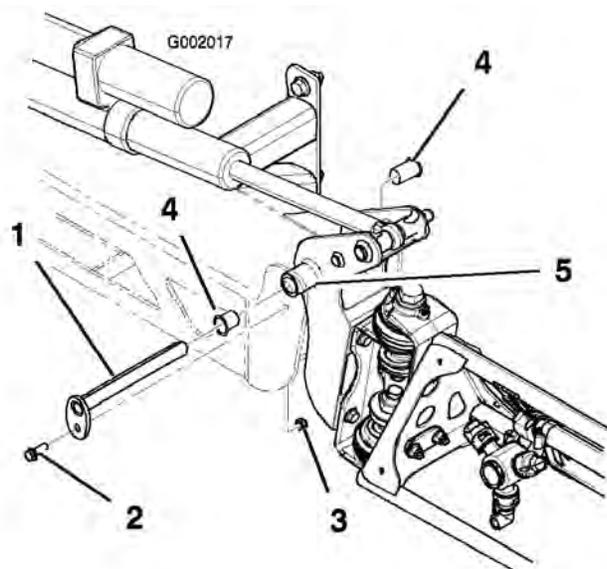

Figura 47
3. Con el peso del brazo apoyado, retire el perno y la tuerca que fijan el pasador de giro al conjunto del brazo (Figura 47). Retire el pasador de pivote.
5. Retire los casquillos de nylon desde delante y desde detrás del soporte del pivote e inspecciónelos (Figura 47). Sustituya cualquier casquillo dañado.
7. Instale el conjunto de brazo y soporte del pivote en el bastidor central, alineando los orificios (Figura 47).